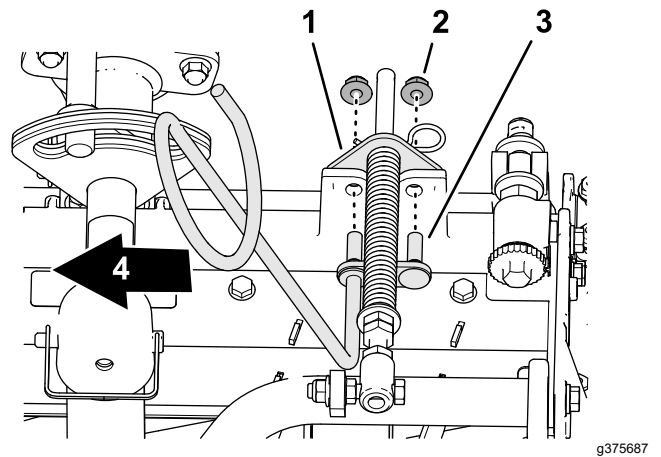

図 11
5. 左側ホースガイドのスタッドを、カッティングユニットのフレームの穴とターフ補正器の穴に合わせて取り付ける図 11。